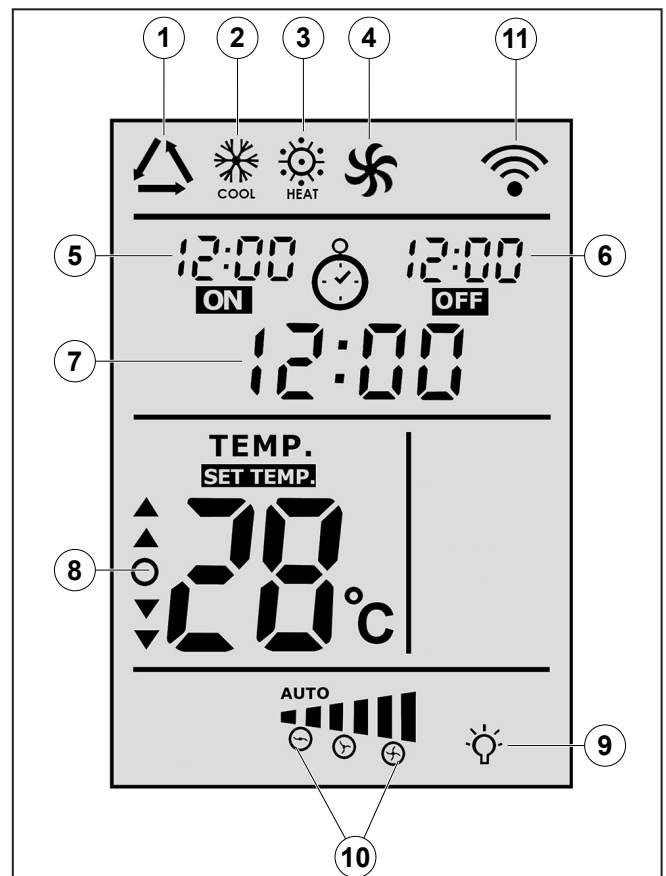

Fig. 14
1. **Display** (se "Fig. 14" för detaljerad information)